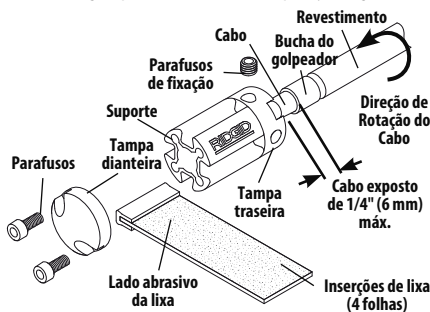

Figura 1 – RIDGID® Acessório de lixagem FlexShaft
Os Acessórios de Lixagem RIDGID® são concebidos para serem utilizados com as Máquinas FlexShaft RIDGID para a limpeza final dos tubos de parede (por exemplo, antes do revestimento dos tubos) ou para a reabilitação final/limpeza lateral após o revestimento dos tubos (Figura 1).
1. Retire os dois parafusos que seguram a tampa dianteira e retire-a. (Ver Figura 1.)